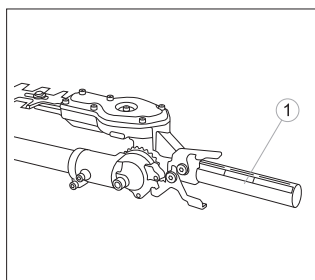

fig. 24
1. Nehmen Sie mit Ihrer rechten Hand den Griff direkt hinter dem Schutzgriff. Greifen Sie mit Ihrer linken Hand den Einstellhebel an der Schneideinheit (Abb. 24).